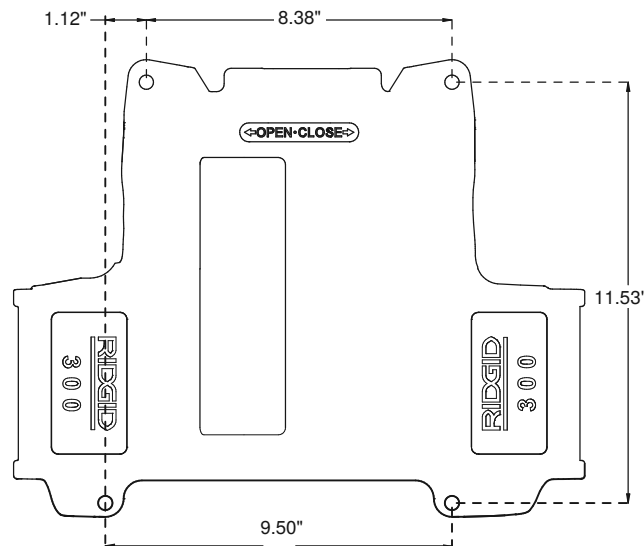

Rysunek 5 – Regulacja wspornika tacy
- b. Poluzować śrubę ustalającą na tylnym wsporniku tacy (patrz Rysunek 5).